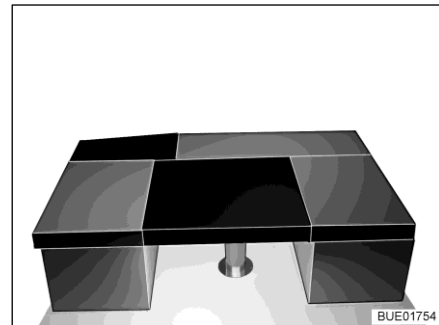

Bild 165 Efter ombyggnaden
- Lägg den rektangulära extra dynan på bordet (mellan sittbänkarnas sittdynor, se Bild 165).